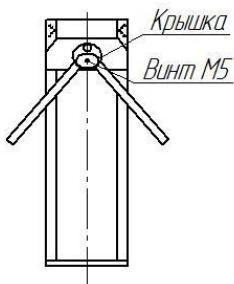
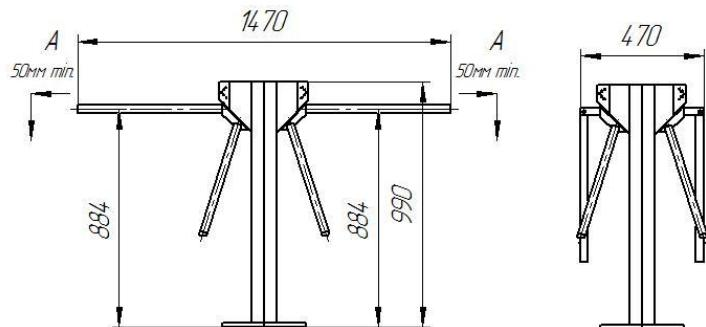

Рис. 1
Рис. 2
6.4 Установите штанги. Для этого снимите крышку поворотного механизма, открутив винт М5 (рис.1). Закрепите штанги болтами М10, входящими в комплект штанг. Для перевода штанги «антипаника» в положение «проход открыт» оттяните штангу в направлении А (от турникета) на 50-80мм и поверните ее вниз (рис.2). Время открытия штанги «антипаника» составляет 1-3с. Закройте место крепления штанг крышкой.